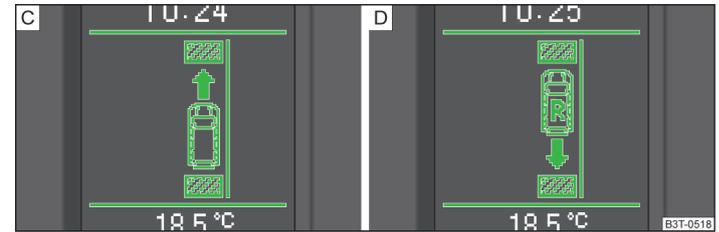

Abb. 123 Informationsdisplay: Hinweis für das Einlegen des Vorwärtsgangs C bzw. des Rückwärtsgangs D
- › Im Falle, dass nicht in einem Zug eingeparkt werden kann, wird das Einparken mit weiteren Schritten fortgesetzt. Wenn im Informationsdisplay der Pfeil nach vorn blinkt » Abb. 123 - C, dann den 1. Gang einlegen bzw. den Wählhebel in Stellung D stellen.
- › Wenn im Informationsdisplay der Pfeil nach hinten blinkt » Abb. 123 - D, dann erneut den Rückwärtsgang einlegen bzw. den Wählhebel in Stellung R stellen.